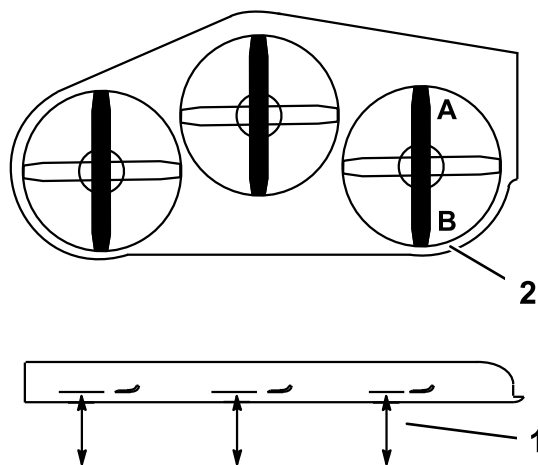

Figura 105
2. Mida la cuchilla derecha en la posición **A** desde una superficie nivelada hasta el filo de corte del extremo de la cuchilla (Figura 105).
4. Mida la cuchilla derecha en la posición **B** desde una superficie nivelada hasta el filo de corte del extremo de la cuchilla (Figura 105).
6. La cuchilla del cortacésped debe estar entre 6 y 10 mm más baja en la posición **A** que en la posición **B** (Figura 105). Si no es correcta la distancia, continúe con los pasos siguientes.
1. Coloque la cuchilla **derecha** en posición longitudinal (Figura 105).